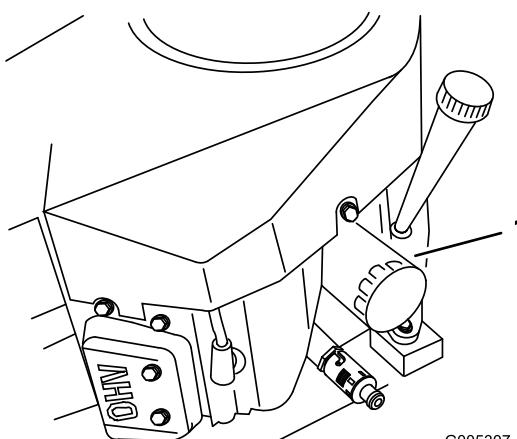

Bild 33
2. Entfernen Sie den alten Filter (Bild 33).